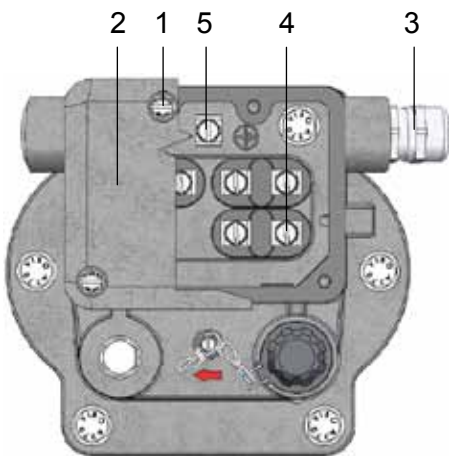

图 5 - 电力接线
- 拧下四个M5规格的螺栓(图 5/ 1 号)
- 取下盖板 (图 5/ 2 号)
- 电线通过电缆螺栓连接处(图 5/ 3 号)引入
- 电线在接线柱(图 5/ 4 号)上连接 (最大起动力矩为 3 Nm)
接地安全引线(绿-黄色绝缘线)与接地端子(图 5/ 5 号)连接 (最大起动力矩为 3 Nm)